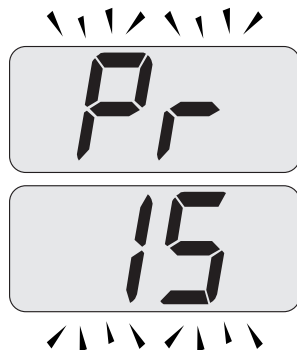

Figura 5.45
- Scorrere i vari parametri utilizzando i tasti 16 o 17 fino a far apparire sul display LCD le lettere **Pr** che si alternano con il codice **15**, indicanti l'entrata nel "parametro 15" (Figura 5.45).
- Premendo contemporaneamente i tasti 15 e 16 (Figura 5.43) si esce senza modificare il valore (ritorno alla lista parametri Figura 5.45)